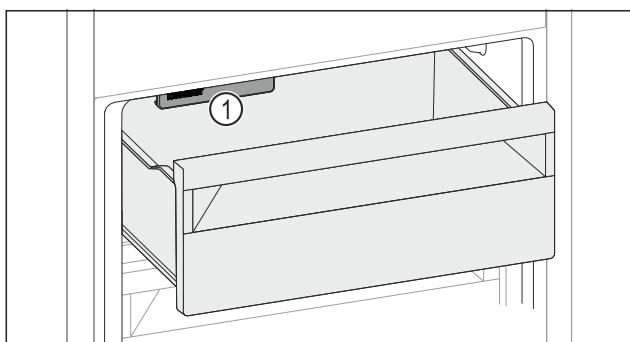

Fig. 111
- Prihliadajte na IceMaker Fig. 111 (1).